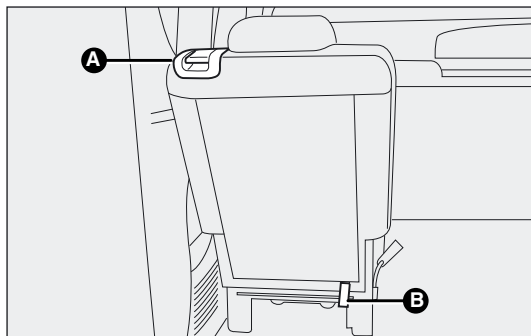

fig. 26c
- ☐ trek de borghendel A-fig. 26c van de rugleuning omhoog en kantel de rugleuning naar voren. Als de borghendel omhoog staat, is er een „rode band” zichtbaar;
- ☐ trek aan de lus B-fig. 26c op de achterzijde van de rugleuning en kantel de zitplaatsen naar voren.
BELANGRIJK Controleer of de zitplaats goed vergrendeld is aan de bevestigingen op de vloer en of de hendel A-fig. 26c gesloten is („rode band” niet zichtbaar).